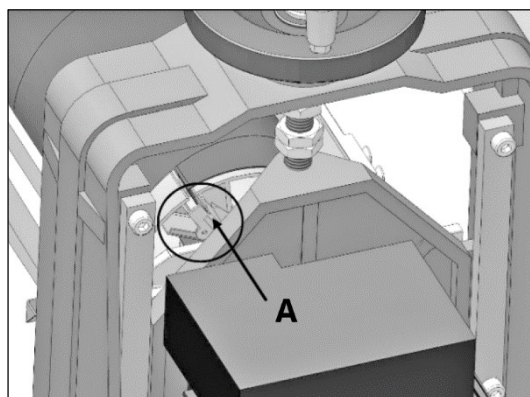

Рисунок 30.
- С правой стороны барабана нажмите на фиксатор А (рис. 30) так, чтобы кулачок выровнялся с пазом на поверхности барабана.